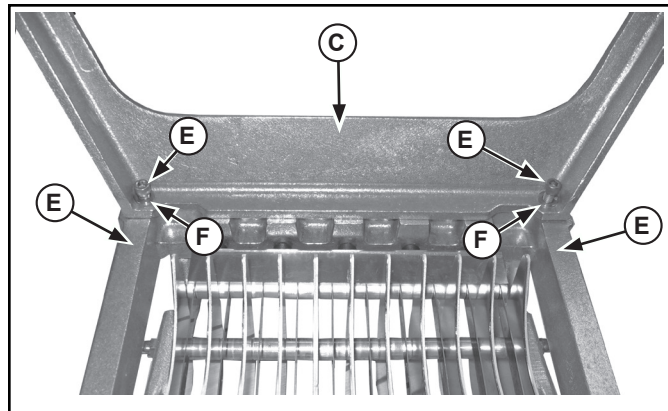

Figura 4. Montaje de las patas en la unidad Lettuce King I.
- Afiance las patas (C) a la base (D) con los tornillos (A) y las arandelas (B). Consulte la Figura 4.